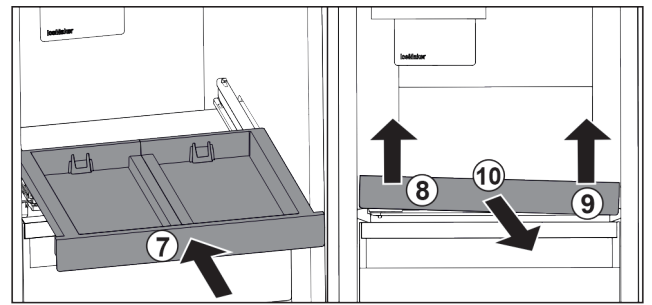

Fig. 82
- Auszugsbord einschieben. Fig. 82 (7)
- Auszugsbord vorne links anheben. Fig. 82 (8)
- Auszugsbord vorne rechts anheben. Fig. 82 (9)
- Auszugsbord nach vorne entnehmen. Fig. 82 (10)